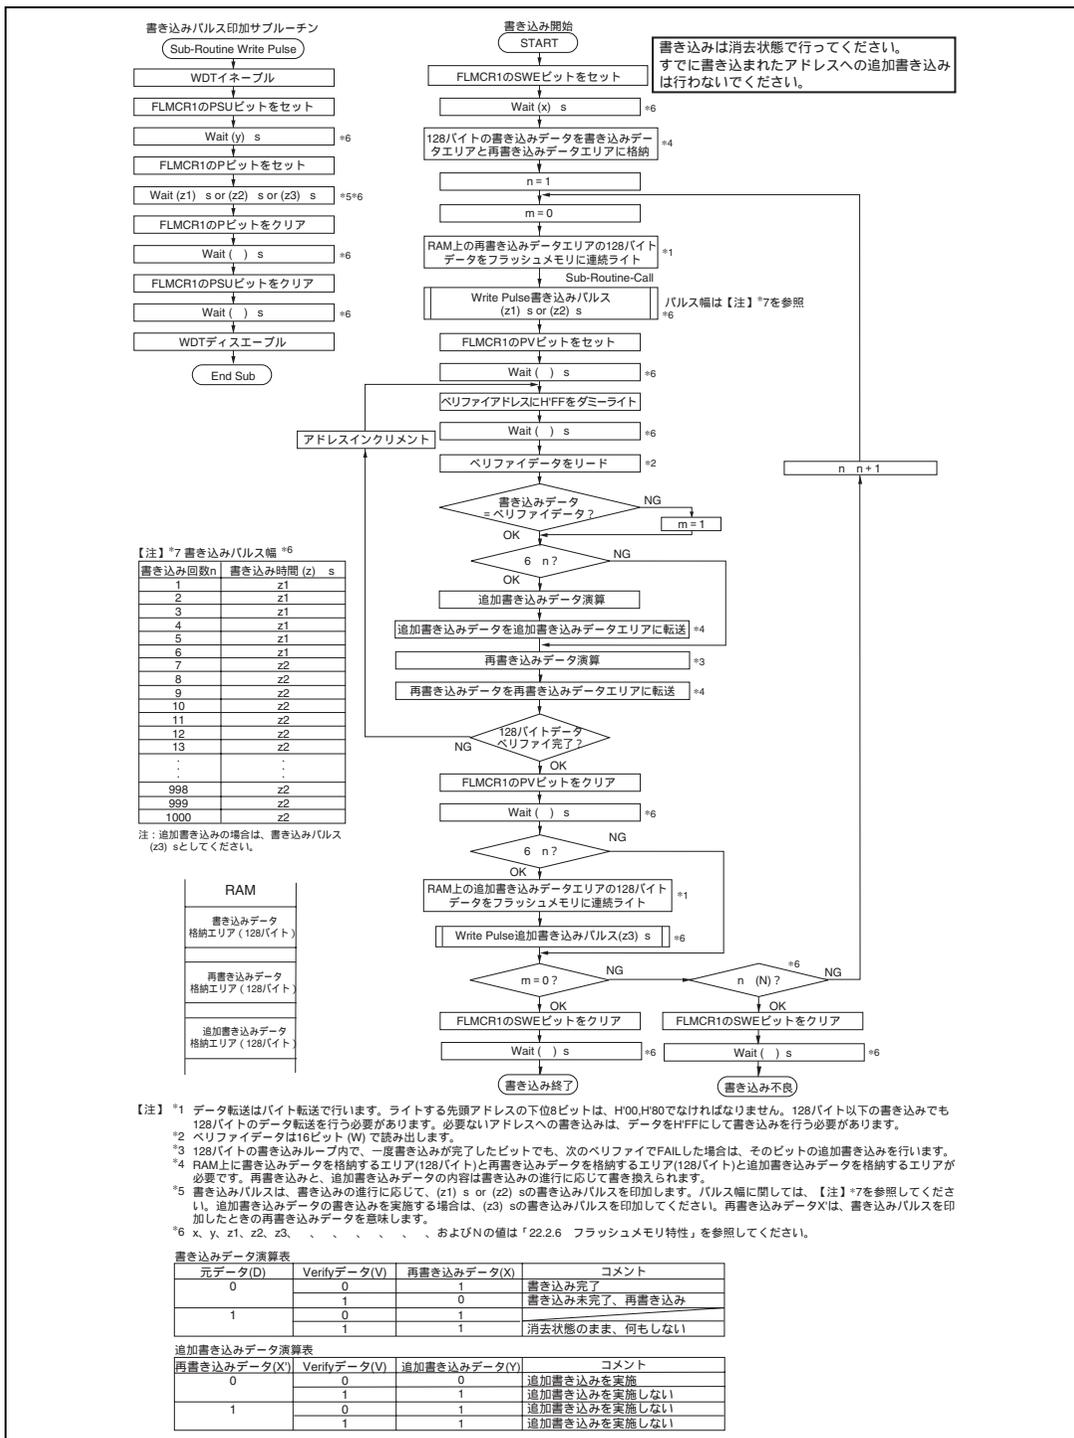

図 19.14 プログラム/プログラムペリファイフロー
フラッシュメモリへのデータ / プログラムの書き込みを行う場合は、図 19.14 に示すプログラム / プログラムベリファイフローチャートに従って行ってください。このフローチャートに沿って書き込み動作を行えば、デバイスへの電圧ストレスやプログラムデータの信頼性を損なうことなく、フラッシュメモリへデータ / プログラムの書き込みを行うことができます。また、1 回の書き込みは、128 バイト単位で行ってください。
一定の書き込み時間経過後、書き込みモードを解除 (FLMCR1 の P ビットを 0 にクリア後、() μs 以上の時間が経過してから PSU ビットを 0 にクリア) します。ウォッチドッグタイマを () μs 以上の時間が経過してから解除し、FLMCR1 の PV ビットをセットすることで、動作モードはプログラムベリファイモードへ遷移します。プログラムベリファイモードでは、読み出す前に読み出すアドレスにデータ H'FF をダミーライトしてください。ダミーライトは () μs 以上の時間が経過してから行ってください。この状態でフラッシュメモリを読み出す (ベリファイデータは 16 ビットで読み出す) とラッチしたアドレスのデータが読み出されます。このリード動作は、ダミーライト後、() μs 以上置いてから行ってください。次に書き込みデータとベリファイデータを比較し、再書き込みデータを演算 (図 19.14 参照) し、再書き込みデータを再書き込みデータエリアに転送します。128 バイト分のデータのベリファイが完了後、プログラムベリファイモードを解除し、() μs 以上の待機時間を置いて、FLMCR1 の SWE ビットを 0 にクリアし、() μs 以上待機時間を置いてください。再度書き込みが必要な場合は、再度プログラムモードに設定し、同様にプログラム / プログラムベリファイシーケンスを繰り返してください。ただし、同一ビットに対するプログラム / プログラムベリファイシーケンスの繰り返しは、(N) 回を超えないようにしてください。